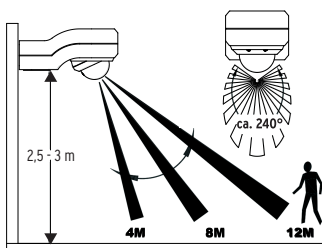

Fig. 1A
- O detector de movimentos deve ser de forma ideal fixado 2,5 até 3 metros acima da área a monitorizar (ver fig. 1A).